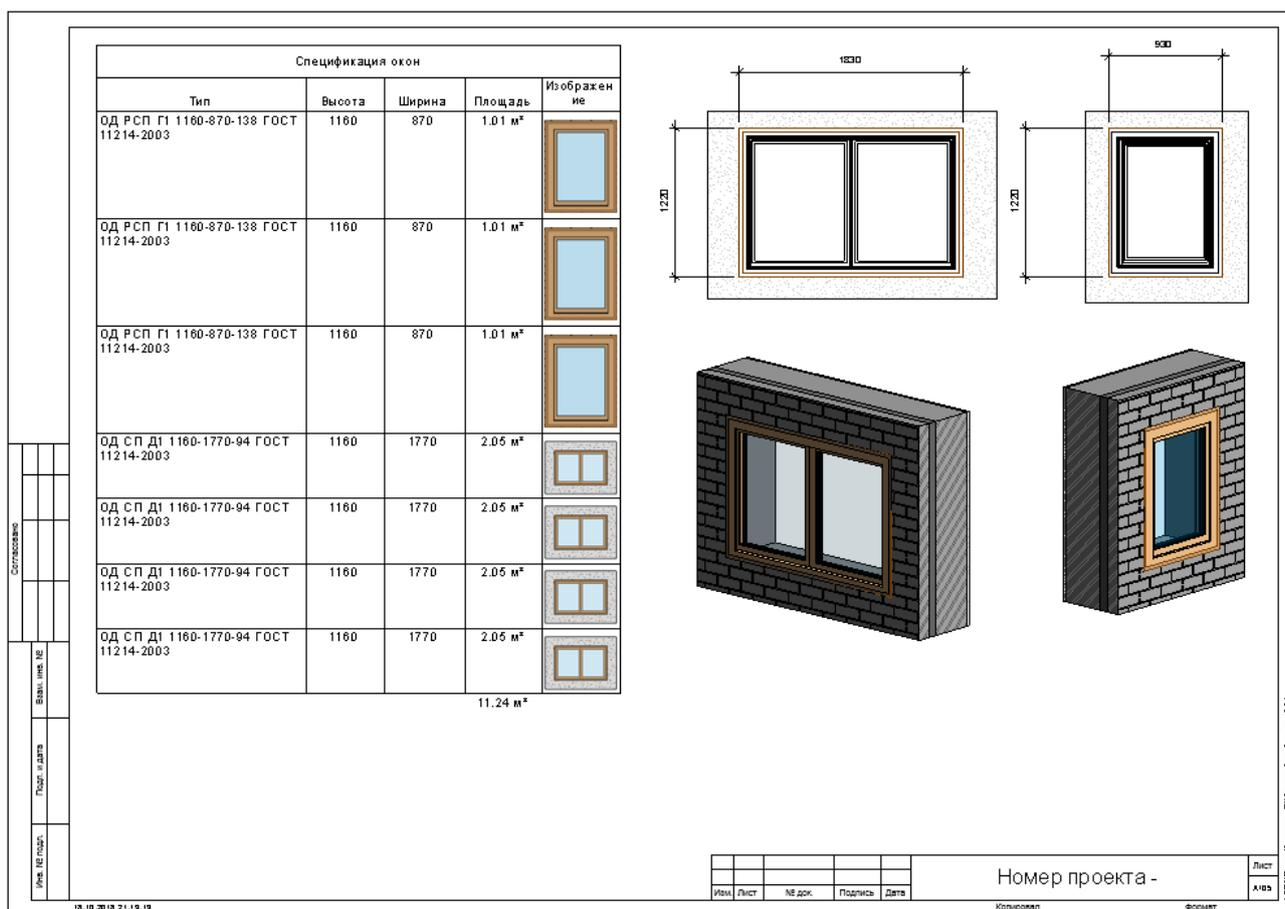

Рисунок 26 – Пример листа-спецификации окон
2) *Спецификацию окон с изображениями.* В качестве полей спецификации добавьте **Тип (Типоразмер), Длина, Ширина, Площадь, Изображение.** Настройте спецификацию таким образом, чтобы в ней вычислялась общая площадь оконных проемов. Изображения окон создайте с помощью модели проекта, например, создав 3D-вид или 2D-вид нужного окна и, сделав фотографию рабочего стола (клавиша PrintScreen), вырежьте в графическом редакторе (Paint) изображение окна и сохраните его как точечный рисунок в рабочем каталоге. Создайте лист, на который поместите спецификацию окон и 2D-, 3D-виды окон с аннотациями (рис. 26).